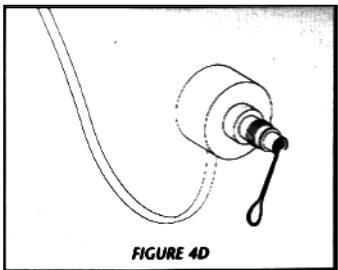

FIGURE 4D
3. Dupa ce senzorul a fost scos din camera de reactie, curatati ecranul cu un produs de detartrare si un material din bumbac. (fig.4D).Urmati cu precizie toate instructiunile date de producator cu privire la produsul de curatare ce trebuie folosit. Producatorul nu ofera garantie